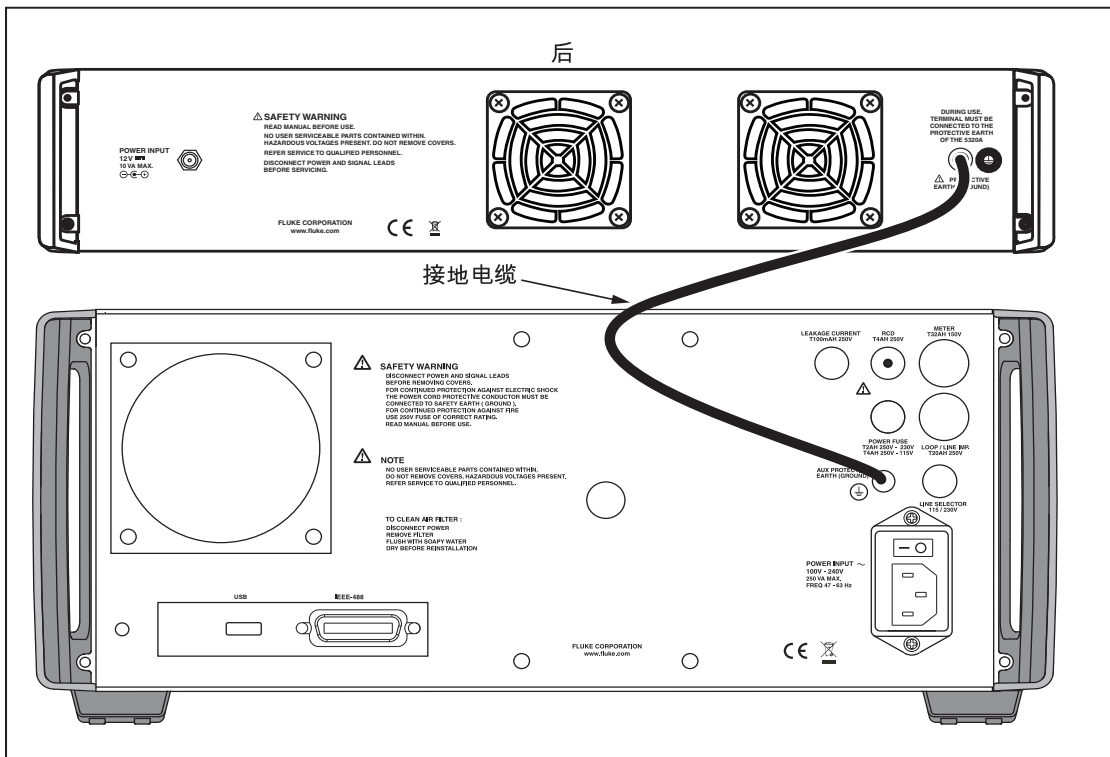

图 3. 接地电缆连接
3. 将产品放在校准仪顶部后，将接地电缆连接在产品后面板接地端子和校准仪后面板接地端子之间。请参阅图 3 中的接地电缆连接，其中显示了产品后部情况。